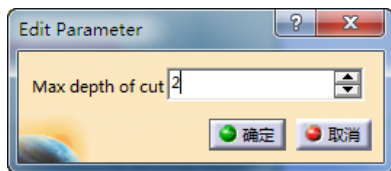

图 7-20 “Edit Parameter”选项卡(1)
- 双击“Max depth of cut”, 在弹出的“Edit Parameter”选项卡(1)中输入“2”mm, 如图 7-20 所示。